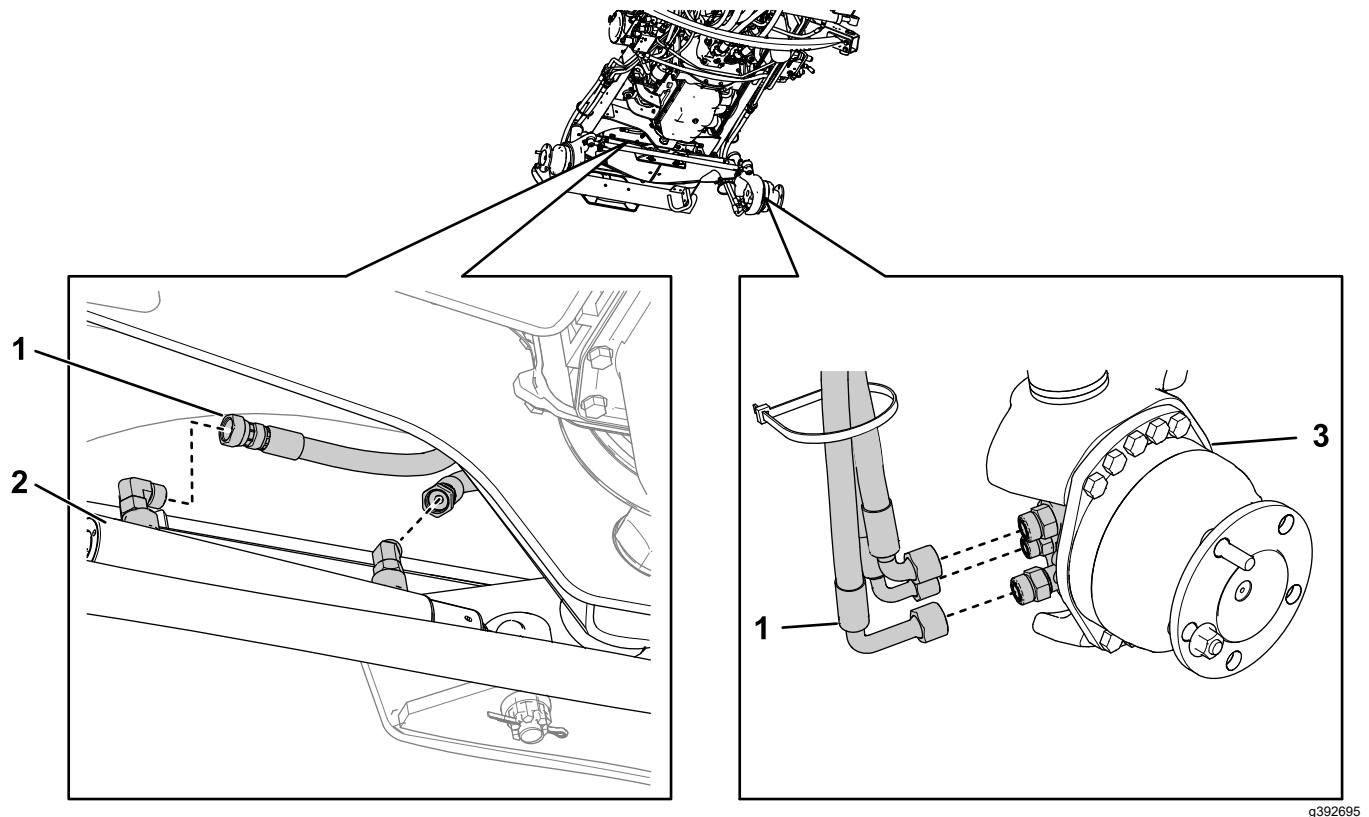

Figure 5
4. Débranchez les flexibles hydrauliques reliés aux vérins de direction et moteurs des roues arrière (Figure 5). Répétez l'opération de l'autre côté pour chaque.